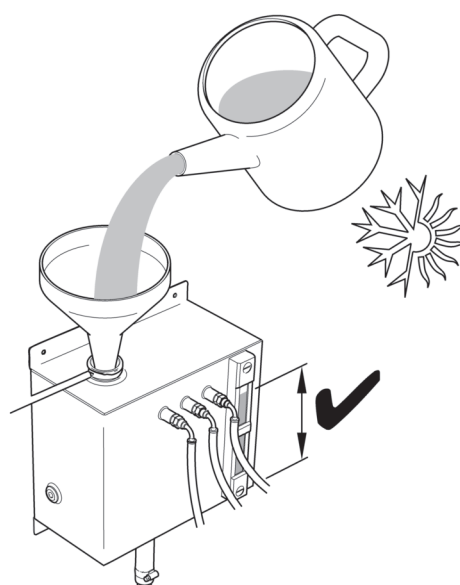

Figura 36
- 9 Rellene con mezcla de refrigerante anticongelante al -20% para operación normal (50% para condiciones extremas) hasta el nivel máximo (figura 36).